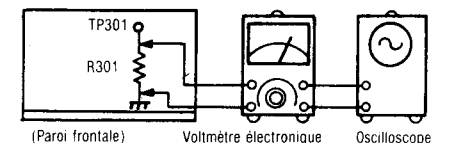

Fig. 9
- Brancher les appareils comme indiqué dans la Fig. 9.
② Corriente de borrado (CINTA [2])	Condición: • Modo de grabación	Equipo: • EVM (Voltímetro electrónico) • Osciloscopio
1. La conexión del equipo de prueba se muestra en la Fig. 9. 2. Insertar la cinta de prueba virgen de referencia metálica (QZZCRZ). 3. Apretar los botones de pausa y grabación. 4. Tomar la lectura del voltaje en EVM y calcular la corriente de borrado mediante la fórmula siguiente: